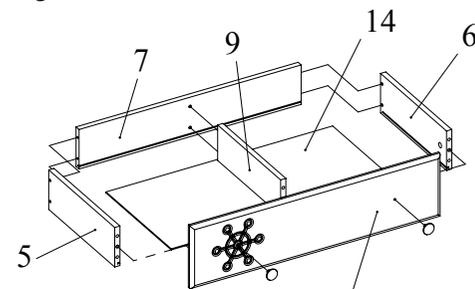

Рис.7
11. Вкрутить шпильки минификсов в соответствующие плоскостные отверстия фасада ящика. Вставить головки минификсов в соответствующие плоскостные отверстия боковин ящика 5, 6. Вбить шканты в соответствующие торцевые отверстия боковин ящика 5, 6 (Рис. 7).
12. Скрепить при помощи конфирматов 7x50 боковины ящика 5, 6 и задник ящика 7. Прикрутить конфирматами 7x50 перегородку 9 к заднику ящика 7. Вставить в паз дно ящика из ДВП. Прибить гвоздями дно ящика 14 к перегородке 9 (Рис. 7).
13. Установить фасад ящика и зафиксировать, повернув конфирматным ключом головки минификсов по часовой стрелке до упора (Рис. 7).